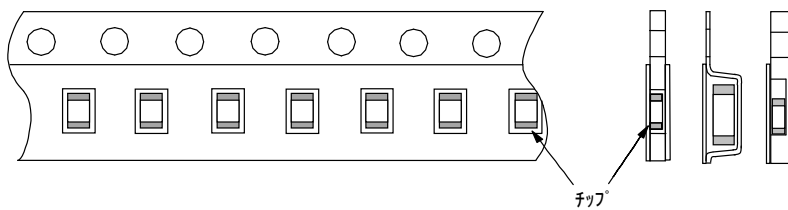

図2 リール寸法
- 1.11 リールは、樹脂製を使用し外観及び寸法は図2のとおりとします。